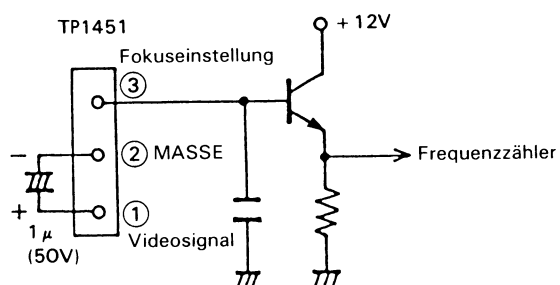

Abbildung 2-14. Pufferkreis
1. Den Frequenzzähler mit einen Puffer an den Stift ③ von TP1451 anschließen. Siehe Abb. 2-14.
2. Einen 1  $\mu$ F/50V-Kondensator zwischen dem Stift ① (Videosignal) und dem Stift ② (MASSE) von TP1451 anschließen. Siehe Abb. 2-14. (Diesen Kondensator nach der Einstellung herausziehen.)